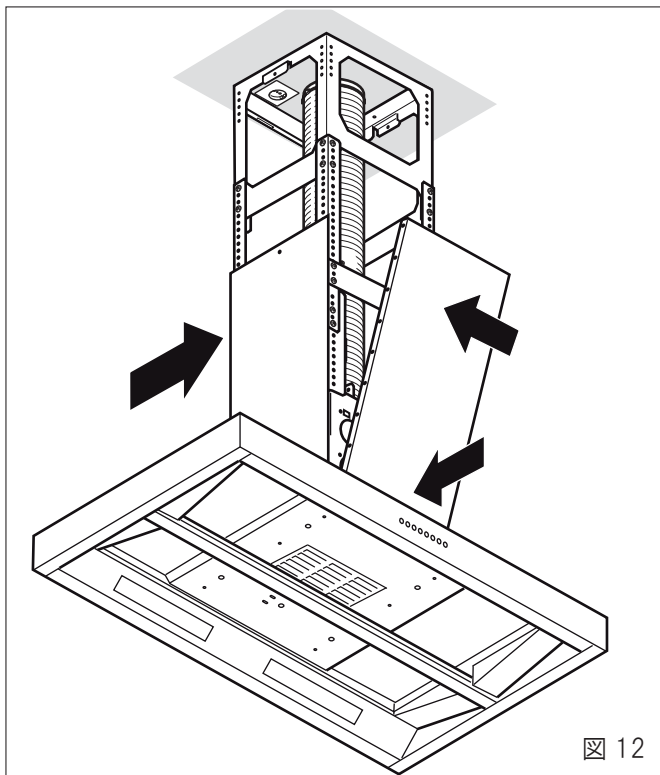

図 12
5. フード本体が水平になるように調整して、7 個のビスでフード本体を吊下げ金具に固定してください。（図 12）
2. 上部ダクトカバーを両サイドから合わせるように取り付けてください。(図 12)